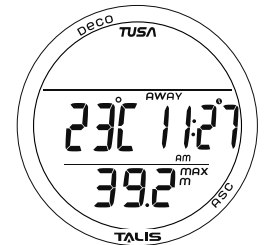

Abb. 84 - GAUG-TAUCHGANG-ALT.
**GAUG-Tauchgang-Alternativdisplay Informationen beinhalten (Abb. 84):**